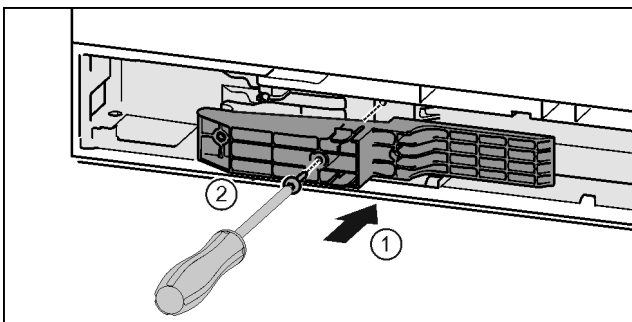

Fig. 45 *
- ▶ Adapterstuk aan de greepzijde in de uitsparing plaatsen. Fig. 45 (1)*
- ▶ Schroeven met schroevendraaier T15 vastschroeven. Fig. 45 (2)*